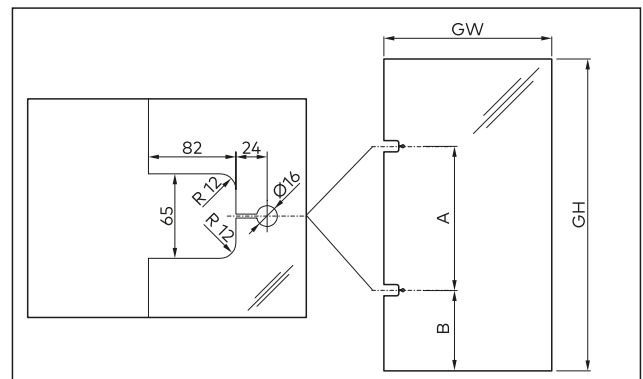

Abb. 10 Glasbearbeitungen für die Zargenbefestigung mit eingelassener Montageplatte
2. Die Maße der Glasbearbeitung prüfen, siehe Abb. 10 auf S. 4.
1. Die Aussparungen für die Montageplatten in der Zarge lotrecht anzeichnen. Maße A und B siehe Abb. 10 auf S. 4.